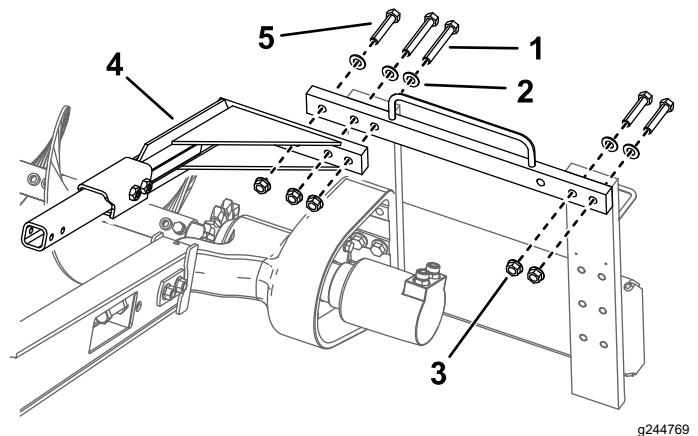

Figura 10
1. Parafuso (6)
8. Remova os dois parafusos ($\frac{5}{8}$ x 3 pol.), duas anilhas e duas porcas que prendem o lado direito da estrutura superior e mova-os para os furos correspondentes à esquerda (Figura 10).
1. Parafuso – $\frac{5}{8}$ x 4 pol. (2)
2. Anilha (5)
3. Porca (5)
5. Parafuso – $\frac{5}{8}$ x 3 pol. (3)
9. Instale o conjunto de segurança sobre a corrente do abre-valas utilizando os três parafusos, anilhas e porcas flangeadas removidas previamente (Figura 10).